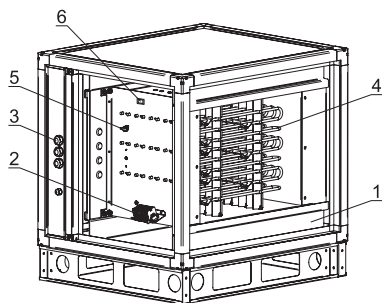

Рисунок 12
Секция воздухонагревателя (рис. 12) предназначена для нагрева воздуха, подаваемого установкой в обслуживаемое помещение и представляет собой корпус, расположенный на направляющих (1), в котором находятся орбренные ТЭНы (4). Электрический воздухонагреватель имеет встроенную защиту от перегрева – два независимых биметаллических термовыключателя с самовозвратом. Один (6) с температурой срабатывания 70°C как защита против перегрева, а второй (5) с температурой срабатывания 130°C для защиты от пожара. Отсек электроподключения расположен за съёмной панелью. Подключение питания к электрокалориферу (нагревателю) осуществляется через клеммную колодку (2), установленную на нем.